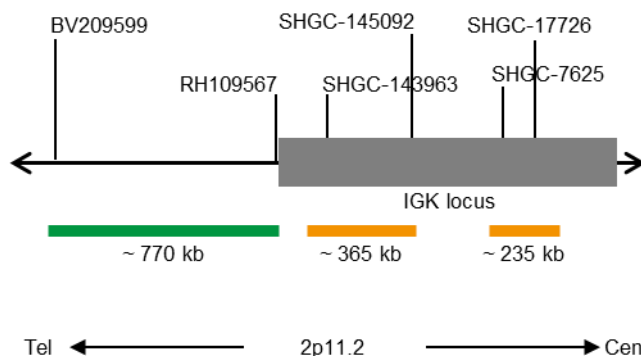

Fig. 1 : Carte de la sonde SPEC IGK (pas à l'échelle)
- Polynucléotides marqués au ZyGreen (excitation 503 nm/émission 528 nm) (~10 ng/μl), qui ciblent des séquences en 2p11.2* (chr2:88,382,616-89,153,517) distale de la région des points de rupture de IGK (voir figure 1).
- Polynucléotides marqués au ZyOrange (excitation 547 nm/émission 572 nm) (~4.5 ng/μl), qui ciblent des séquences en 2p11.2* (chr2:89,246,977-89,609,390 et chr2:89,853,315-90,089,156) proximale de la région des points de rupture de IGK (voir figure 1). En raison des segments de séquence homologues à proximité de la région du point de rupture IGK, la sonde orange possède deux régions d'hybridation à proximité l'une de l'autre.